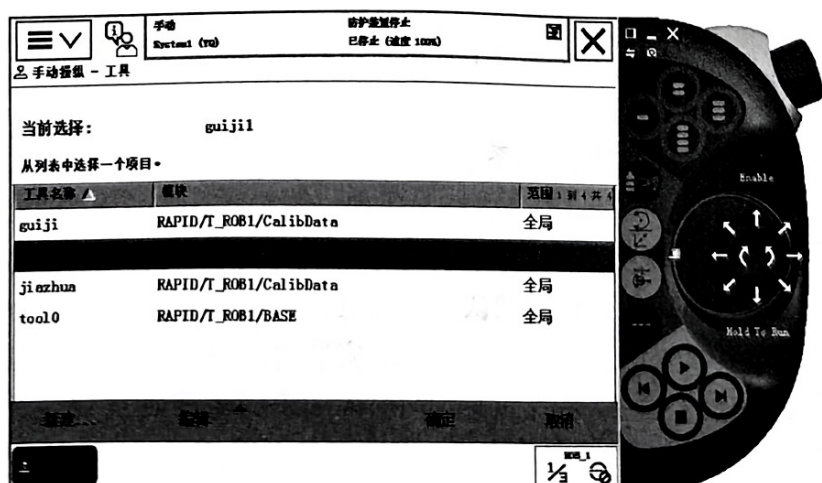

图 2-98 步骤 1)
1) 选中 gui11，选择 gui11 为当前工具坐标，单击“确定”，如图 2-98 所示。